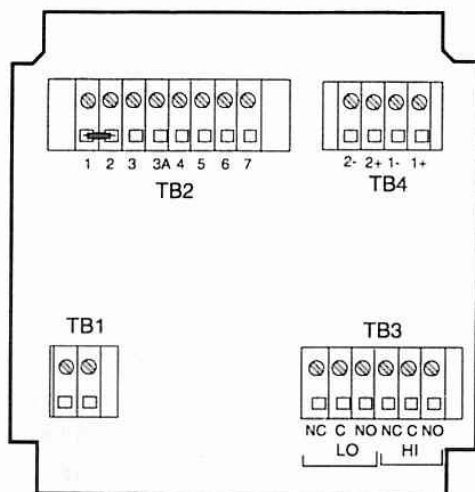

图 28 温度模拟输入(金属外壳型)
- a. 把毫伏发生器接到 TB2 端子排的 3 和 5 端子 (见图 28)。
- b. 把短路线接到 TB2 端子排 4 和 5 端子 (见图 28)。
1. 按图 28，把 TB2 的 4,5 端子短路，把精密信号发生器接到 TB2 端子。